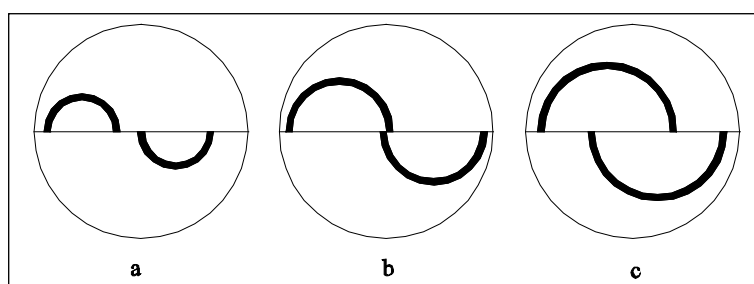

Рис. 6 Измерительные фигуры при использовании аппланационного тонометра
- Через окуляр микроскопа наблюдается фигура (Рис. 6а). Путем регулировки окуляра или перемещения прибора дальше к глазу пациента изображение поверхности аппланации может быть сфокусировано. Если разделительная линия не точно делит пополам поверхность аппланации, необходимо изменить высоту щелевой лампы.
- При слишком высокой измерительной силе возникает фигура Рис. 6с. Слишком много флуоресцеина также дает слишком высокие результаты измерения; с другой стороны, слишком мало флуоресцеина ведет к слишком узким полукругам и, как следствие, к слишком низким результатам измерения. Значение, считанное на измерительном барабане и умноженное на 10, напрямую дает величину внутриглазного давления в мм рт. ст. (Таблица для преобразования показаний тонометра, стр. 20).